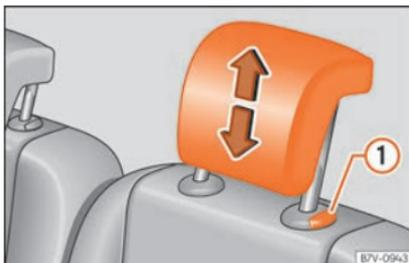

Fig. 157 Montagem do encosto de cabeça da segunda ou terceira fila de bancos.
- Retire o encosto de cabeça »» » Fig. 157 ① com o botão pressionado.